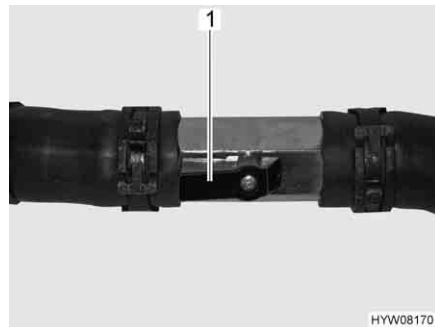

Fig. 186 Robinet d'arrêt ouvert
- Placer le levier (Fig. 186,1) parallèlement à la conduite (Fig. 186). Plus le robinet d'arrêt est ouvert, plus la puissance de chauffage est élevée.